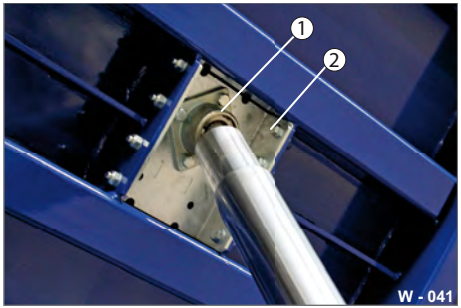

Abb. 41 Lagerung oben
- ▶ Reinigen Sie die Kugel-Lagerstelle (Abb. 41/1) mit einem sauberen Lappen.